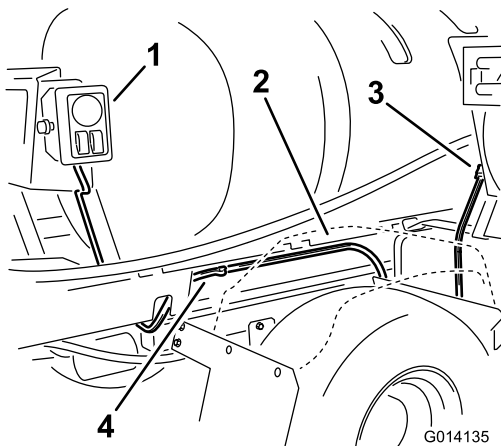

Bild 18
- Verlegen Sie den restlichen Kabelbaum am Schaltkasten so, dass der Schlauchwagenanschluss vorne an der rechten Seite der Maschine ist, und zwischen dem Behältergestell und dem rechten hinteren Kotflügel ist (Bild 18). Befestigen Sie den Kabelbaum mit zwei Eindrückanschlüssen am Behältergestell.